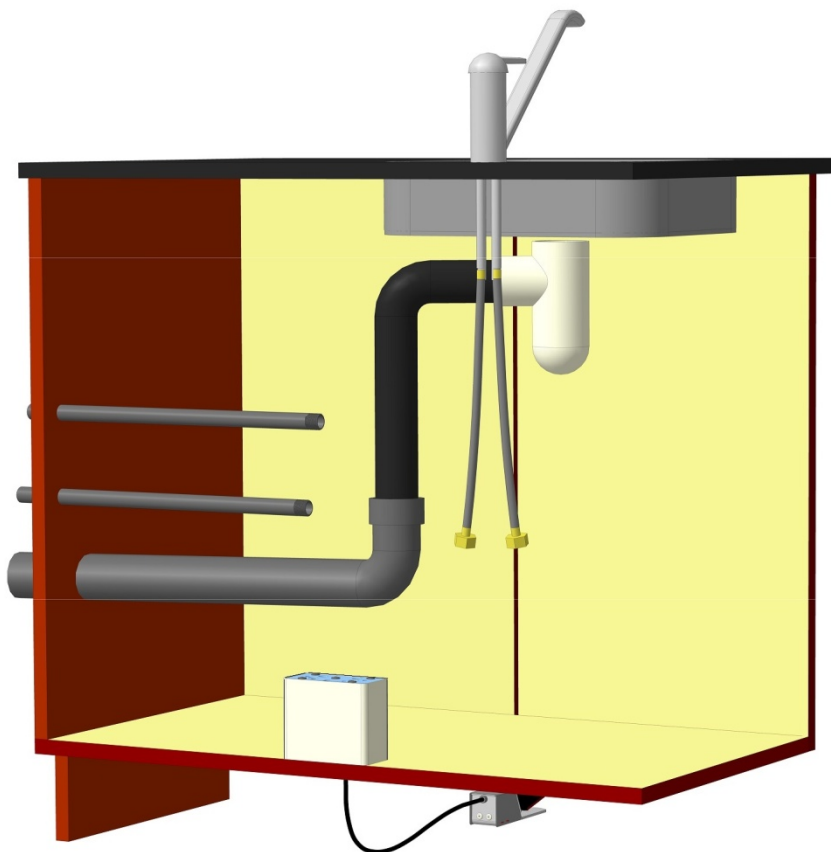

Рис. 4
1). Перекройте воду, отметьте шланг с горячей водой, чтоб в дальнейшем не перепутать, отвинтите шланги смесителя от магистральных труб (Рис. 4) и сразу проверьте состояние резиновых прокладок (при необходимости заменить).